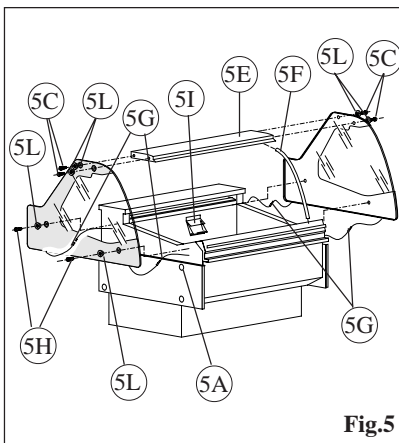

Fig.5
- togliere dall'imballo la struttura superiore usando gli elementi di ferramenta contenuti nella busta (fig.5 -5I) all'interno della vetrina, ed eseguire il montaggio secondo le indicazioni seguenti:
- montare i pannelli laterali sopra lo zoccolo di base e fissarli tramite le viti (fig.5 -5A)
- Connettere i faston (fig.5 -5G) della resistenza anticondenza dei cristalli serigrafati laterali e fissarli alla vasca utilizzando le viti (fig.5 -5H) applicando le apposite bocche in plastica in dotazione (fig.5 -5L).
- Infilare nell'apposita sede il tubo passacavo (fig.5 - 5F).
- fissare il tettino (fig.5 - 5E) tra i due vetri laterali, utilizzando le viti (fig.5 - 5C) applicando le apposite bocche in plastica in dotazione (fig.5 -5L).